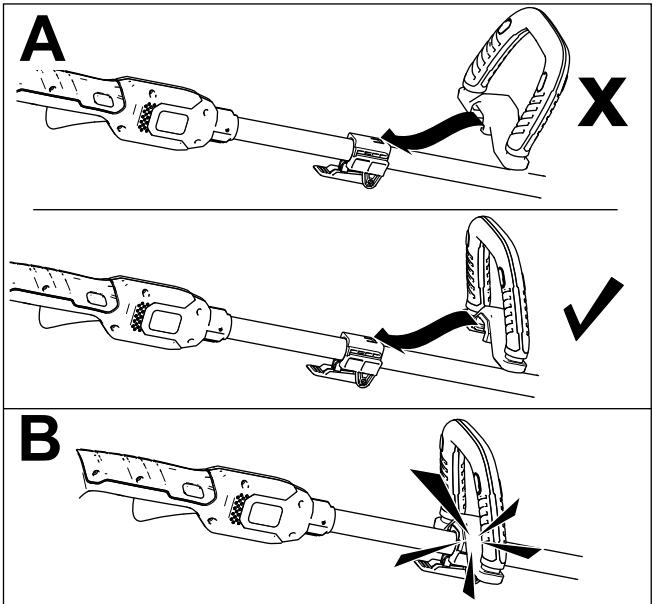

Bild 3
- Fluchten Sie die Rille entlang des Holms mit der Rille im Hilfsholm aus und schieben Sie den Hilfsholm zum Freischneiderholm (A in Bild 3).
- Lassen Sie den Holm einrasten (B in Bild 3).